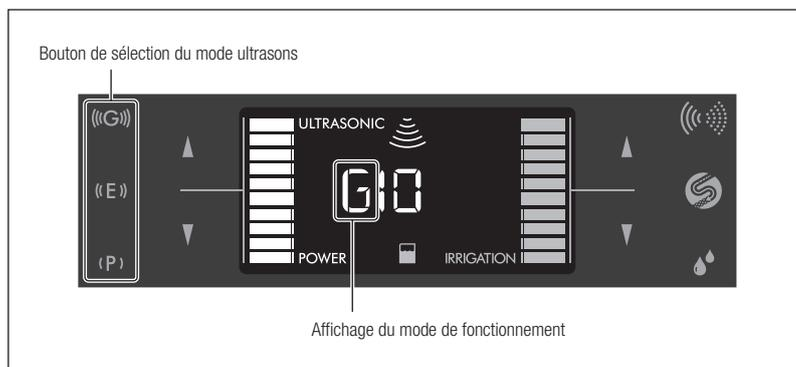

Fig. 20
- 1) Appuyez sur le bouton de sélection du mode ultrasons pour choisir le mode. Le mode sélectionné s'affiche sur l'écran LCD sous la forme P/E/G (Fig. 20).